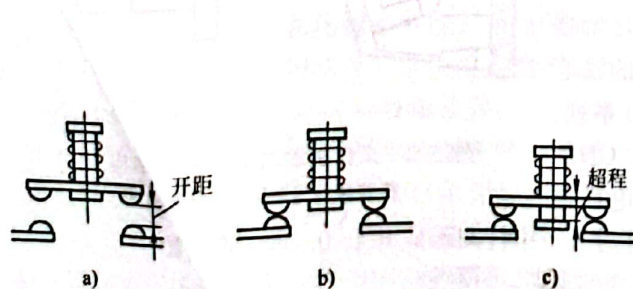

图 5-5 双断点桥式触点
2) 触点系统。交流接触器的触点由主触点和辅助触点构成。主触点用于通断电流较大的主电路，由接触面积较大的常开触点组成，一般有三对。辅助触点用以通断电流较小的控制电路，由常开触点和常闭触点组成。所谓常开触点（又叫动合触点）是指电器设备在未通电或未受外力的作用时的常态下，触点处于断开状态；常闭触点（又叫动断触点）是指电器设备在未通电或未受外力的作用时的常态下，触点处于闭合状态。触点的结构有桥式和指式两类。交流接触器一般采用双断点桥式触点，如图 5-5 所示。触点一般采用导电性能良好的纯铜材料制成，因铜的表面容易氧化生成一层不易导电的氧化铜，所以在触点表面嵌有银片，氧化后的银片仍有良好的导电性能。